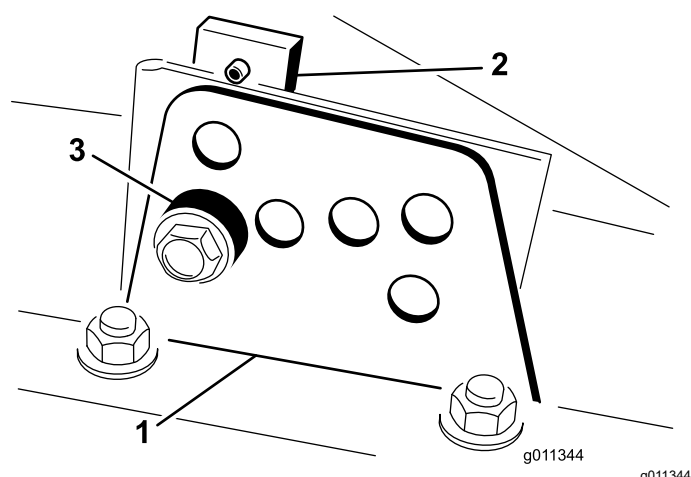

Figura 21
y en cada lado), según se muestra en la Figura 21.
4. Sostenga la cámara y retire el espaciador (Figura 21).